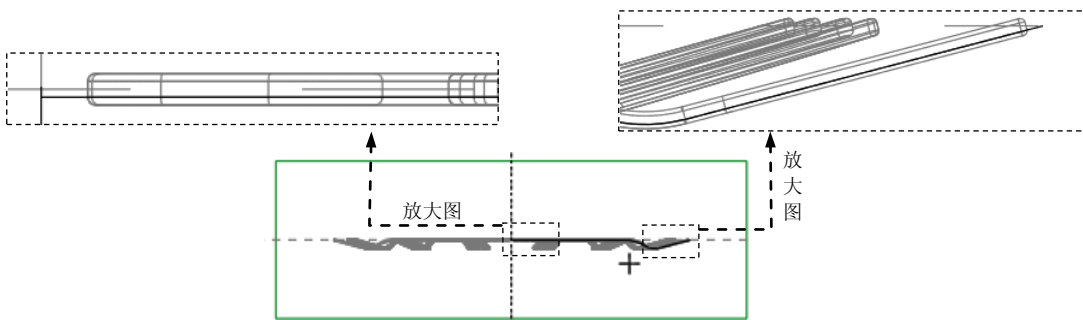

图 23.21 截面草图
(3) 绘制截面草图。绘制图 23.21 所示的截面草图（用“投影”的方法绘制截面草图；草图线段不可重叠或开口，截面图形不封闭）。单击“草绘”操控板中的“确定”按钮 。
(4) 在操控板中选取深度类型 （即“定值”拉伸），输入旋转角度值 360。
(5) 在“旋转”操控板中单击 按钮，完成特征的创建。